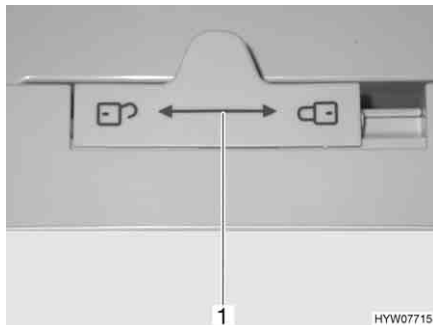

Fig. 188 Bloccaggio della porta del frigorifero (serie Dometic 7)
- Spostare il dispositivo di bloccaggio (Fig. 188,1) verso sinistra "🔓".
- Spostare il dispositivo di bloccaggio (Fig. 188,1) completamente verso destra "🔒".